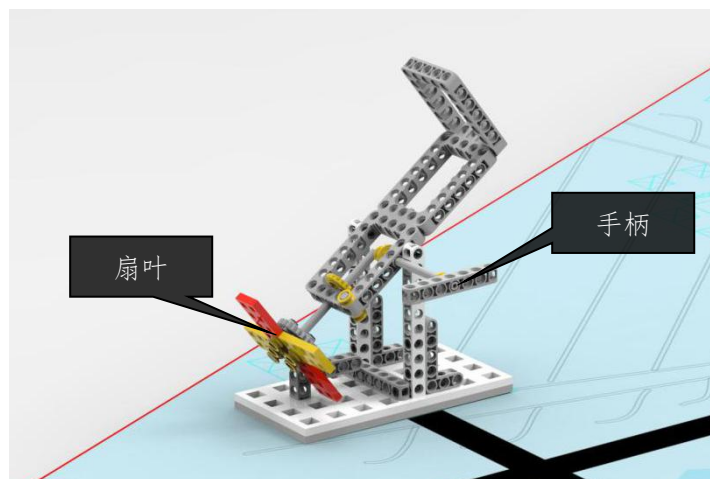

图 5 待修理的电风扇模型
3.3.1 场地上有一个需要修理的电风扇模型，手柄平行于场地，如图 5 所示。